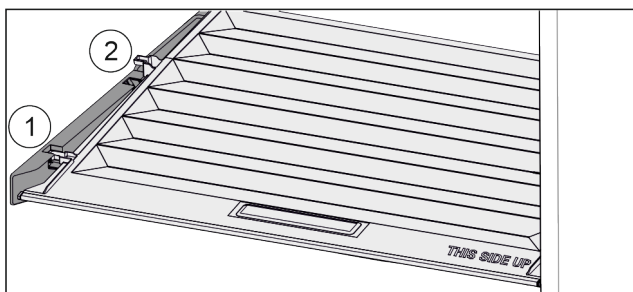

Fig. 46
- ▶ Vytáhněte víko dopředu až k otvoru v přídržných dílech Fig. 46 (1).
- ▶ Vzadu zespolu nadzvedněte a vyjměte směrem nahoru Fig. 46 (2).